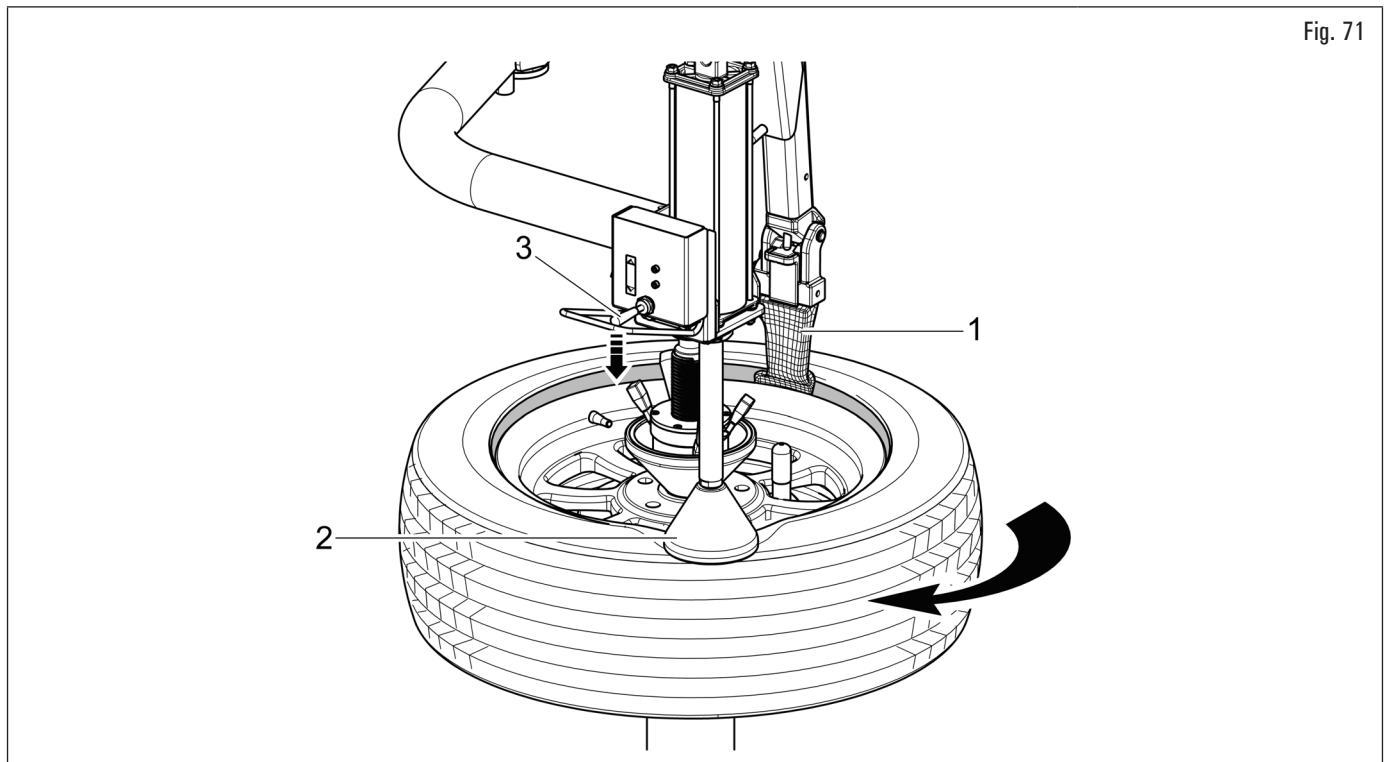

Fig. 71
2. posizionare la testa utensile (Fig. 71 rif. 1) sul bordo del cerchio;
4. quindi posizionare il tallone superiore sulla zona di montaggio della testa utensile (Fig. 71 rif. 1);
5. posizionare l'utensile premitallone (Fig. 71 rif. 2) a "ore 4" come indicato in Fig. 71 e premere sullo pneumatico azionando la leva (Fig. 71 rif. 3) dell'unità di comando verso il basso;